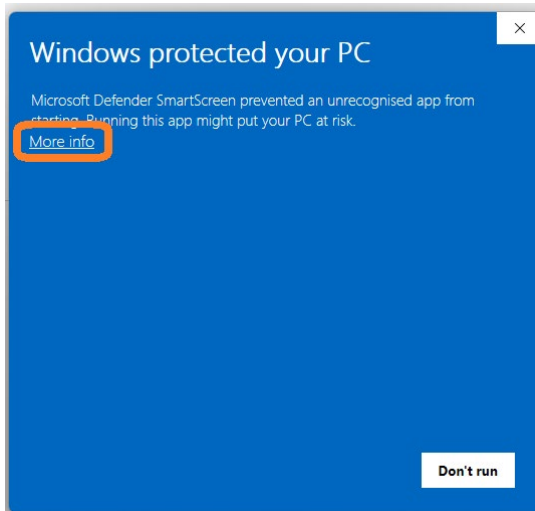

Figura 22
3. Abra el registro de informes guardados (ver posición 3 en la Figura 22). En la ventana que se abre, seleccione una fecha; a continuación, en la parte izquierda de la ventana aparecerán los informes guardados de ese día (ver Figura 27).